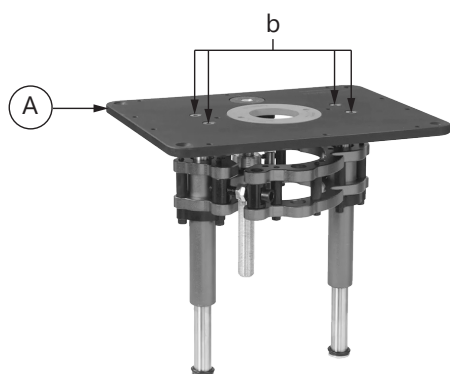

рисунок 1
1. Снимите штатную пластину А (рис. 1) с фрезерного лифта.